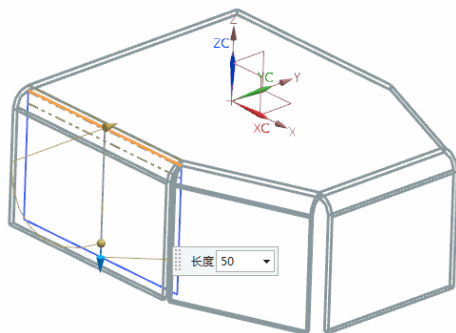

图 7-19 选择第 3 条弯曲边
(1) 选择“菜单(M)”→“插入(S)”→“折弯(N)”→“弯边(F)...”，或者单击“主页”选项卡“折弯”面组上“弯边”按钮 ，打开“弯边”对话框。在钣金零件体上选择弯边特征的弯曲边，如图 7-19 所示。